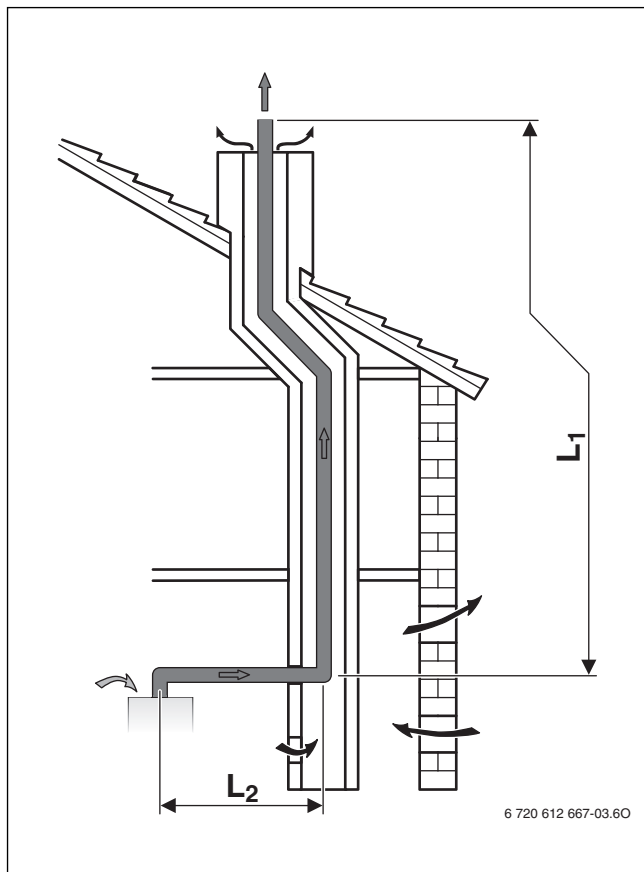

Fig. 15 Configuration B_{23p} horizontale
- Si les produits de combustion sont évacués dans un conduit ventilé (→ fig. 15 et 16), le nettoyage n'est pas nécessaire.